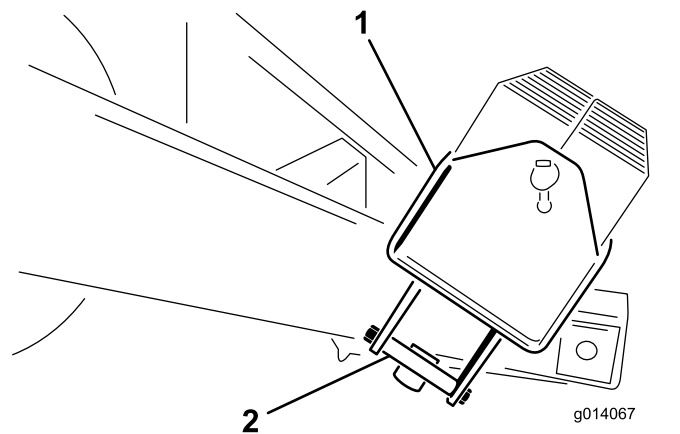

Bild 5
2. Entfernen Sie die Schrauben ($\frac{1}{2}$ " x $5\frac{1}{2}$ ") von der Befestigungshalterung, die den Ballastkasten hält. Werfen Sie die Befestigungshalterungen weg (Bild 5).